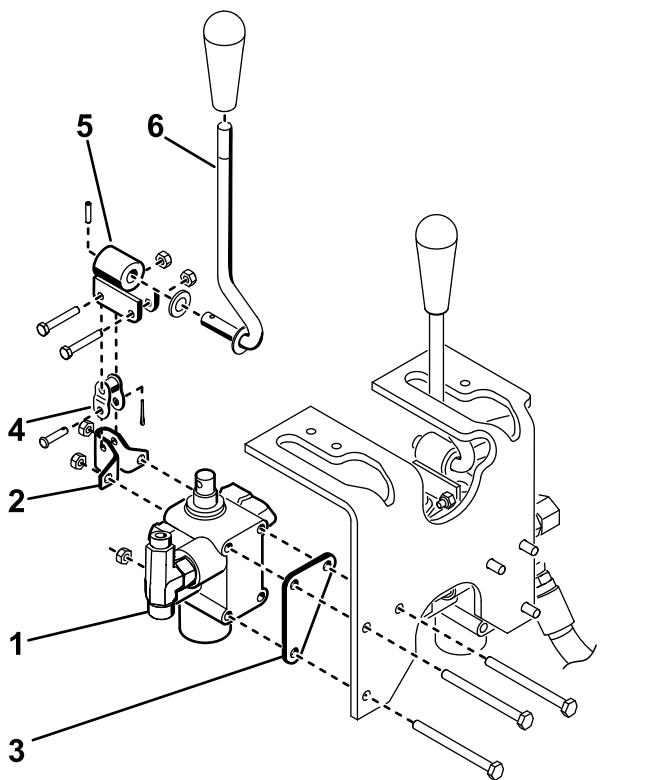

Figure 11
- Montez le distributeur, le support de pivot et la plaque du distributeur sur le cadre à l'aide de 3 boulons (1/4" x 3") et 3 contre-écrous (Figure 11). Placez la plaque du distributeur contre l'avant du longeron lors du montage et serrez les fixations à un couple de 10 à 12 N·m.
- Fixez légèrement le levier de pivot sur le tiroir du distributeur et la biellette à épaulement à l'aide de 2 boulons (nº 10 x 1 1/4") et 2 contre-écrous (Figure 11).